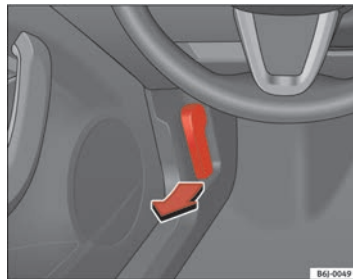

Abb. 119 Öffnungshebel für Motorraumklappe
- Ziehen Sie den Hebel unter der Instrumententafel ⇒ **Abb. 119** in Pfeilrichtung. Die Motorraumklappe wird durch Federwirkung entriegelt ⇒ .